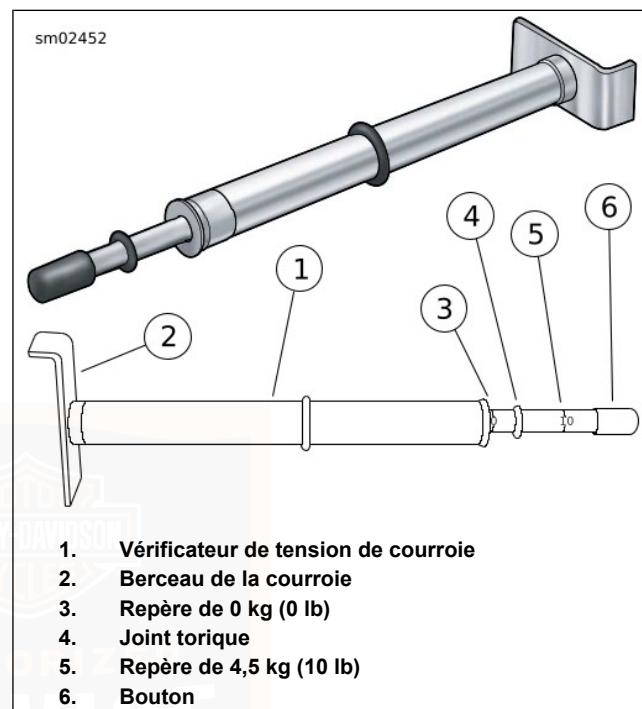

Figure 74. Vérificateur de tension de courroie
3. Voir Figure 74. Mesurer le fléchissement de courroie à l'aide de :